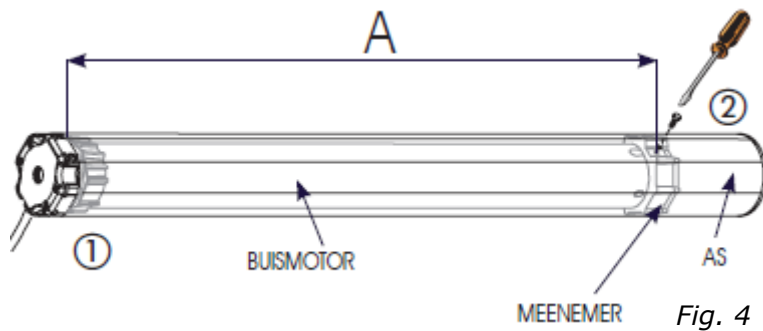

Fig. 4
2. Plaats de geassembleerde buismotor in de as tegenover de eindstop, totdat de loopring helemaal in de as zit (Fig.4 ref.1).